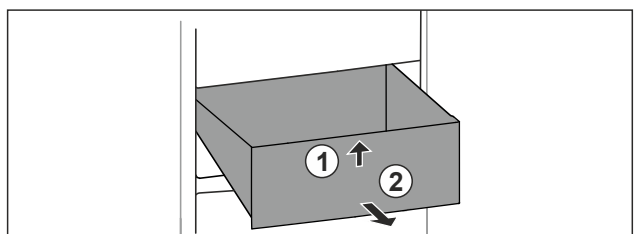

Fig. 101
- ▶ Unieść szufladę z przodu. Fig. 101 (1)
- ▶ Wyjąć szufladę do przodu. Fig. 101 (2)